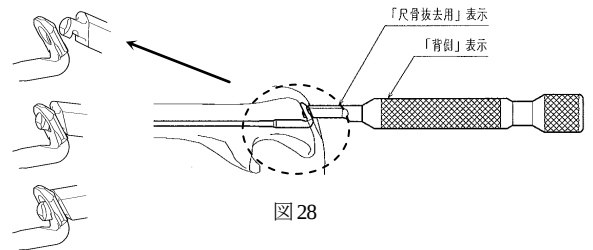

図 28
- 2) 尺骨ロッド用抜去器のフック部を尺骨ロッキングロッドのスクリューホールに引っ掛けます。(「尺骨抜去用」の表示を確認してください)。(図 28)